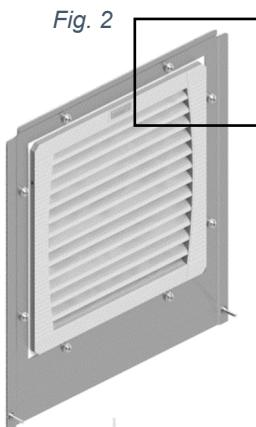

Fig. 2
- Montieren Sie die Halterung mit dem beigelegten Material (Anzugsmoment 2Nm). Fig. 2.
- Assemble the wall mount with the enclosed material (Torque 2Nm) Fig. 2.
- Montez le support en utilisant le matériel fourni (couple de serrage : 2 Nm). Fig. 2
- Monte el soporte con el material adjunto (par de apriete 2 Nm). Fig. 2.